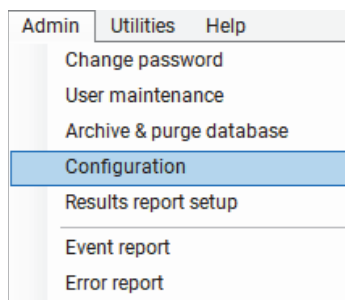

图 101 管理 (Admin) 菜单
- 1 如需在片段分析仪软件中启用增强安全功能，请从**管理 (Admin)** 菜单中选择**配置 (Configuration)**（图 101）
1 从**管理 (Admin)** 下拉菜单中选择**事件报告 (Event Report)** (图 101)